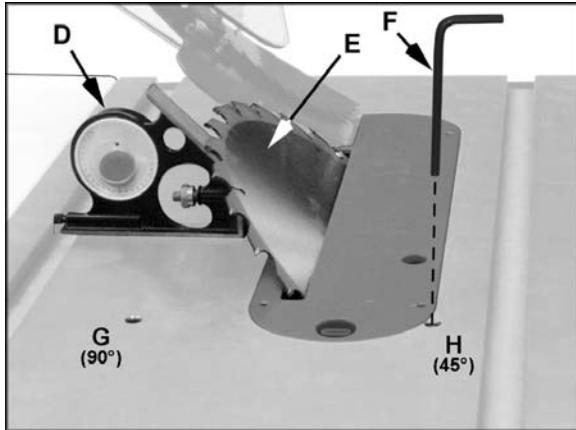

Рис. 24
9. Поместите угольник (D, рис. 24) на столе и приложите, чтобы видеть, что пильный диск (E, рис. 20) под углом 45° к столу. Удостоверьтесь, что угольник не касается зуба пильного диска.
- Точность 45° регулируют винтом (поворот против часовой стрелки) один или два оборота 4-миллиметровым шестигранным ключом (F, рис. 24).
ПРИМЕЧАНИЕ: Вам также может понадобиться проверить положение упорного буртика (K, рис. 24а), получив к нему доступ через открытую переднюю сторону корпуса. При необходимости регулировки, ослабьте установочные винты и установите упорный буртик в нужное положение. Затяните установочные винты.
Рис. 24а